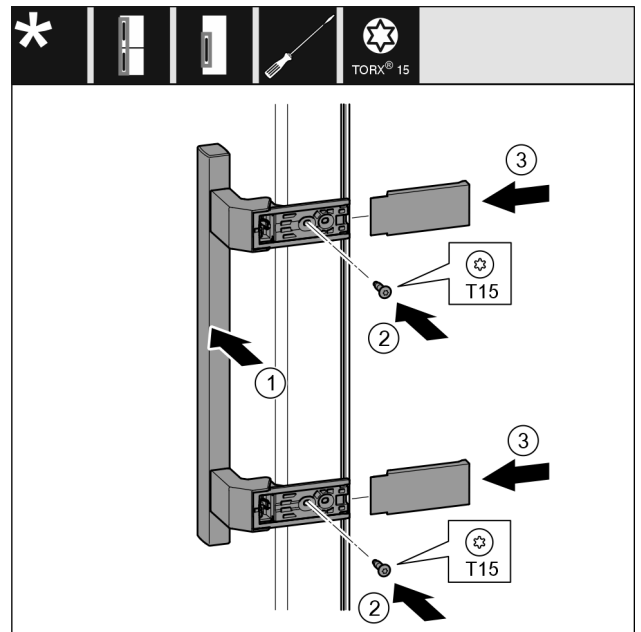

Fig. 24
- Griff Fig. 24 (1) auf der Gegenseite ansetzen.
- Schrauben Fig. 24 (2) mit Schraubendreher festschrauben.
- Abdeckungen Fig. 24 (3) seitlich ansetzen und aufschieben.